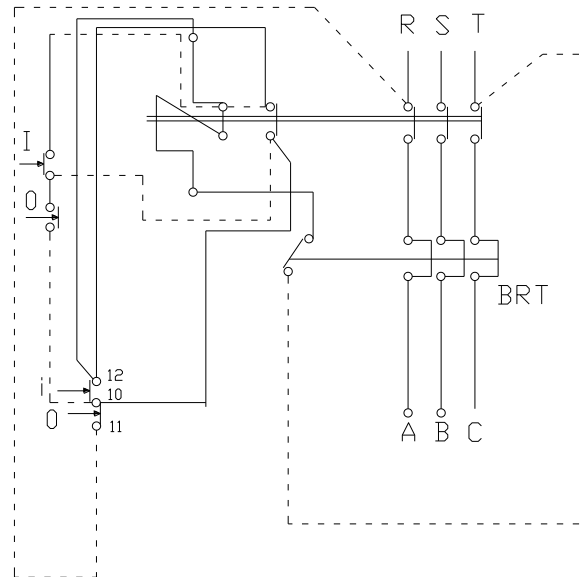

Fig. 7.2.
În fig.7.2 este prezentată schema electrică pentru un contactor tripolar automat AC 3-10 [A] cu rele termice. Contactoarele cu rele se folosesc la comanda și protecția motoarelor electrice. Pot avea numai rele termice, iar electromagnetul îndeplinește și funcția de releu de tensiune nulă.
- schemele electrice de comandă și automatizare, realizându-se, pentru contactoare, diferite variante de acționare de la distanță (cu buton P.O, din mai multe puncte) (fig.7.2., 7-9., 7.10.)